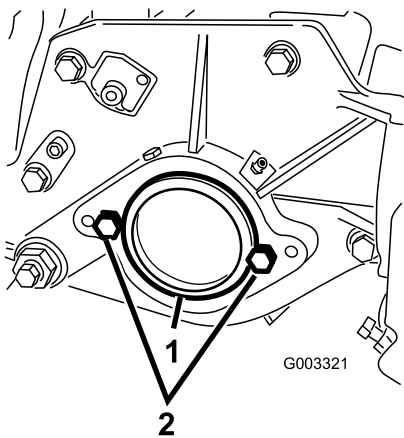

图7
- 在滚刀组右侧、从轴承座中取下塑料盖 图7。
- 从右侧板卸下 2 个螺栓 图7。
5. 将 2 个滚刀马达安装螺栓宽松地安装至滚刀组左侧板图7。